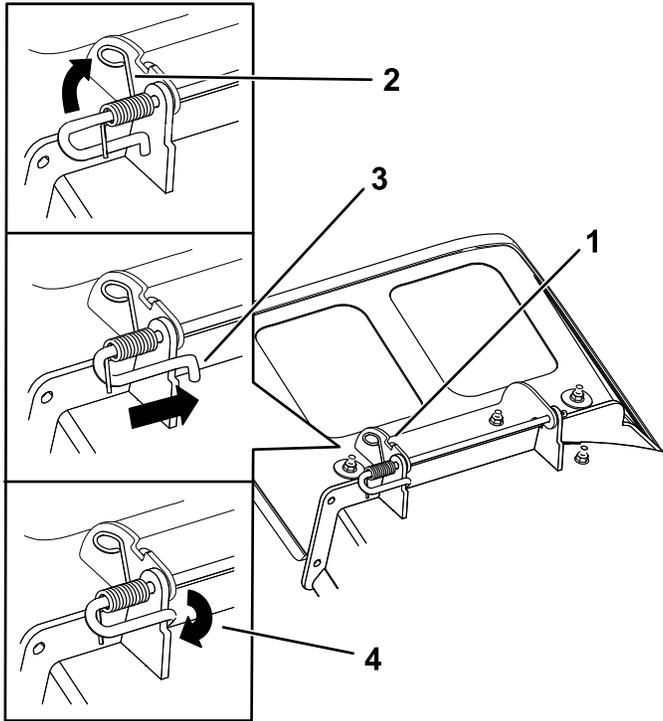

図 77
3. 新しいデフレクタを **図 77**のように、デッキのブラケットの両端にセットする。
5. 図 77 に示すようにスプリングをロッドに取り付けてください。すなわち、スプリングの短い方の端部がロッドの下側から出てきて、ロッドの曲がり部分に上から掛かります。
6. スプリングのもう一方の端部を、デフレクタブラケットのノッチに引っ掛ける 図 77。
7. ロッドスプリングアセンブリを回転させて、ロッドの短い端部がデッキに溶接されているモアのブラケットの裏側に来るようにする 図 77。